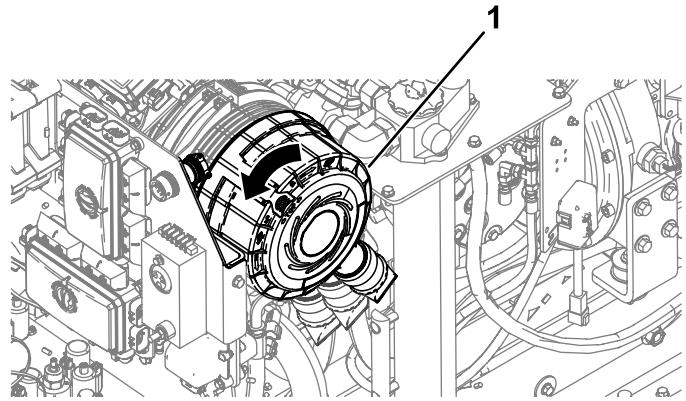

Рисунок 117
6. Поверните крышку фильтра против часовой стрелки, чтобы противопылевая крышка была в положении «на 4 часа» \(Рисунок 117\).
4. Поверните крышку фильтра воздухоочистителя по часовой стрелке, чтобы противопылевая крышка была в положении «4 часа» (Рисунок 117).
5. Нажмите защелку на крышке фильтра воздухоочистителя в направлении вовнутрь, чтобы она полностью зафиксировалась на своем месте (Рисунок 117).